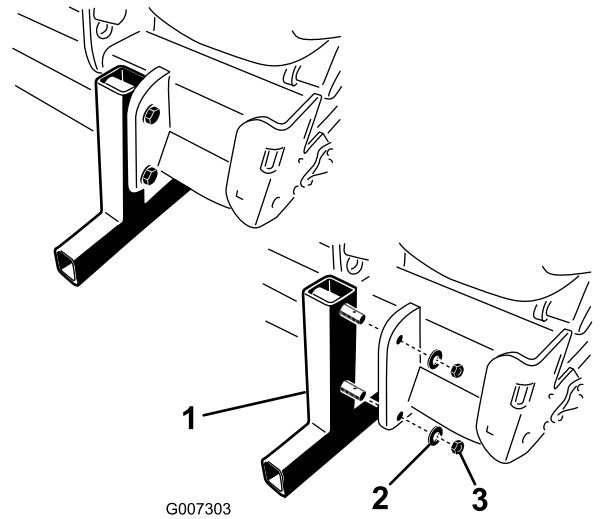

图 19
2. 卸下将存放支架固定到打孔机的螺母和锁紧垫圈图 19。
4. 将保险销包含在散装零件中插入存放支架销以便进行存放图 19。